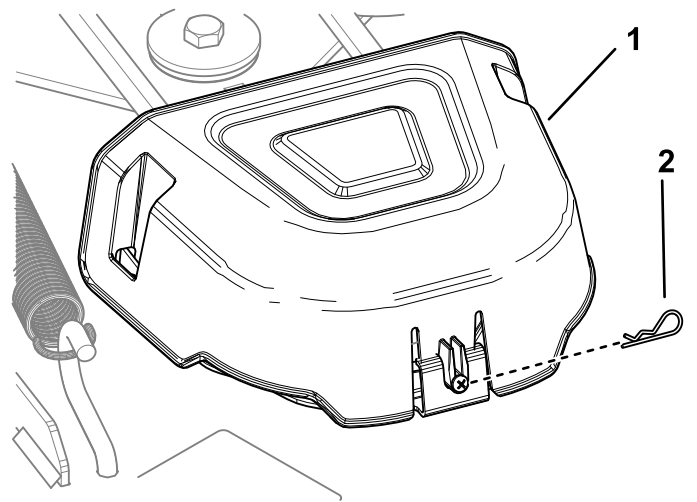

Figura 47
4. Retire el pasador de horquilla y presione la pestaña de la cubierta para retirar las cubiertas de las poleas (Figura 47).